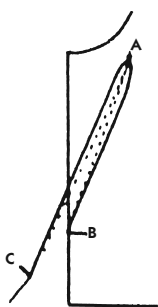

Рис. 689
- На точке А сделайте закругление диаметром около 8 мм (рис. 689), не выходя за точку А. Чтобы красиво начертить это закругление, воспользуйтесь обычной шпилькой для волос.